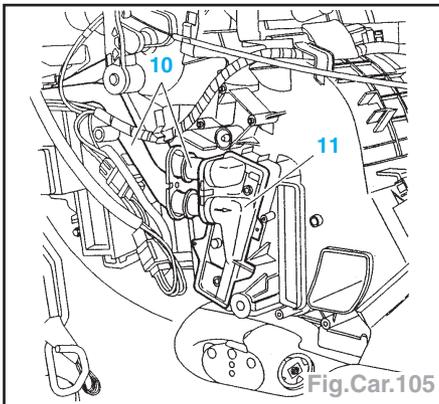

Fig.Car.105
- les vis (6),
- la vis (7).
- Déclipper les connecteurs (9).
- Déposer et écarter le réchauffeur d'air (8).
- Déposer la vis (5).
- Désaccoupler les conduits d'eau (10) (11).
- Déclipper et tirer l'aérotherme (11).
- Déposer l'aérotherme (11) (Fig.Car.105).